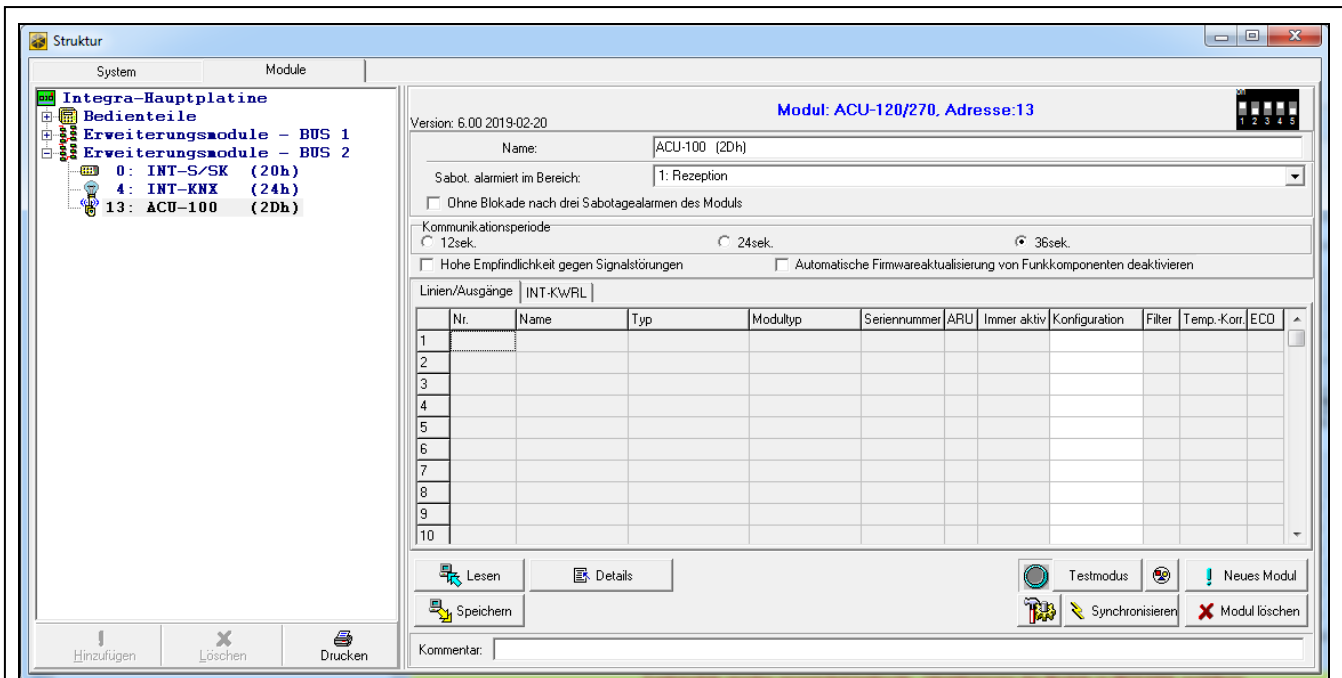

Abb. 20. Programm DLOADX: Parameter und Optionen des an die Zentrale INTEGRA / INTEGRA Plus angeschlossenen Funkbasismoduls.
- Programm DLOADX: Fenster „Struktur“ → Registerkarte „Module“ → Zweig „Erweiterungsmodule“ → *[Name des Funkbasismoduls]* (Abb. 20).